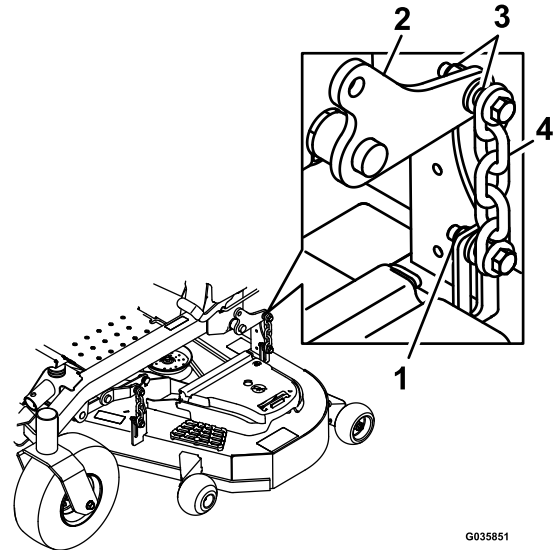

Figure 87
13. Desserrez les contre-écrous (Figure 87) aux quatre coins de sorte que le tablier repose solidement sur les 4 cales.